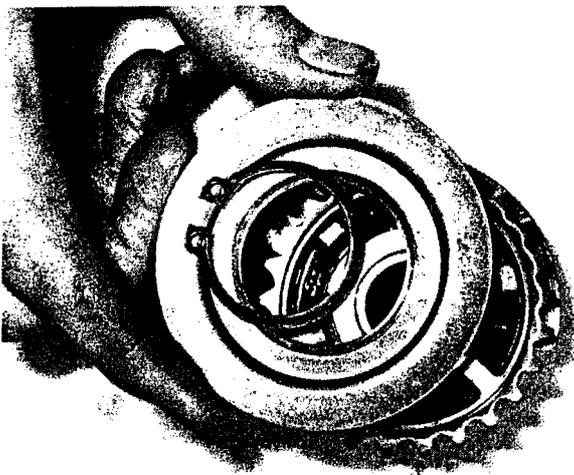

Bild 77 Die Ausgleichsgewichte sind mit Gummistossdämpfern versehen
- Den Sicherungsring von der Nabe der Ausgleichsgewichte entfernen und die Seitenplatte abnehmen. Achten Sie vor dem Abnehmen des Kettenrades und der Gummipuffer auf die gegenseitige Lage zum Ausgleichsgewicht. Beide Körnermarkierungen sollten fluchten (Bild 77).